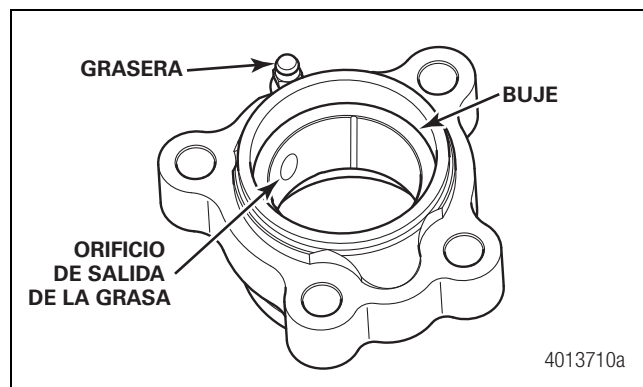

Figura 11.46
10. Inspeccione y asegúrese que los orificios de salida de grasa no queden alineados con el punto de engrasado. Si es necesario, haga el ajuste correspondiente. Figura 11.46.